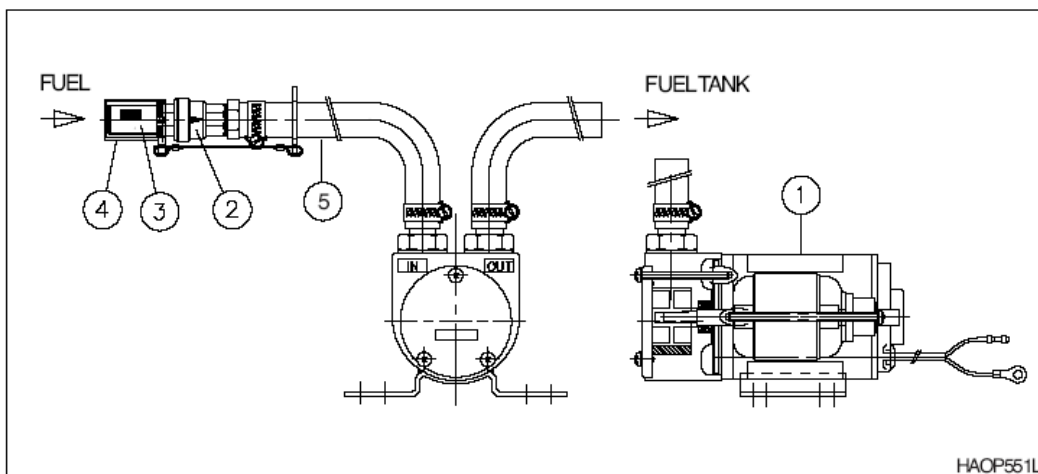

Рис. 85
1. Снять колпачок (4, рис. 85) фильтра грубой очистки (3) на конце впускного шланга (5).
**ПРИМЕЧАНИЕ:** Поместить колпачок фильтра (4, рис. 85) в безопасное место, чтобы после окончания заправки закрыть фильтр (3).
2. Вставить впускной шланг (5, рис. 85) в емкость с топливом для дозаправки.
5. Поднять впускной шланг (5, рис. 85) из топливной емкости и включить насос на 2 – 3 секунды, чтобы слить оставшееся в шланге топливо в топливный бак.
6. Установить колпачок (4, рис. 85) впускного фильтра грубой очистки (3) и вернуть впускной шланг (5) в положение для хранения.